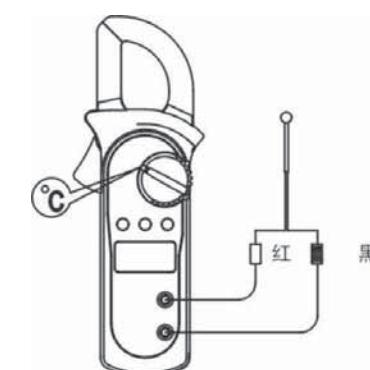

图8
- 6.温度测量 ($^{\circ}\text{C}/^{\circ}\text{F}$) (见图8)